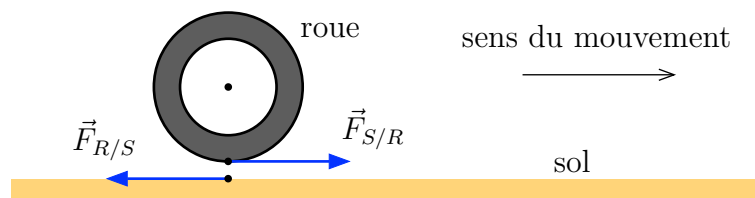

FIGURE 19 – Traction
**Exemple 1.8** Lorsqu'une moto accélère, les cailloux éjectés vers l'arrière visualisent l'effet de la force  $\vec{F}_{R/S}$  exercée par la roue arrière sur le sol (figure 19). La moto est mise en mouvement par la force  $\vec{F}_{S/R}$  dirigée dans le sens du mouvement.